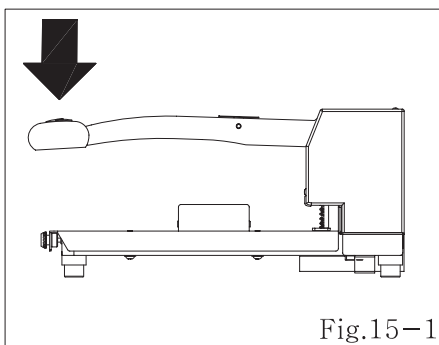

Fig.15-1
- 천공레버손잡이(①)를 힘껏 하단끝까지 내려서 천공한다(Fig.15-1).
- 플라스틱천공패드(⑥)의 위치를 좌우로 이동시키거나 새것으로 교환한다(4-1)항 참조).
- 천공패드(⑥)의 아랫부분에 얇은 종이를 올려서 천공패드 밑부분에 깔아서 천공작업을 해본다.